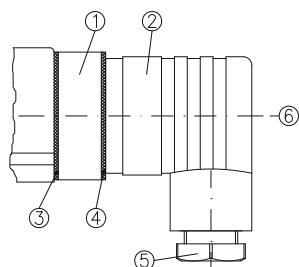

Abb. 7
- ↳ Lösen Sie die Zentralschraube ⑥ M3x35 und ziehen Sie die Leitungsdose ② vom Gerätestecker ① (→ Abb. 7). Entfernen Sie die Zentralschraube ⑥ aus der Leitungsdose ②.